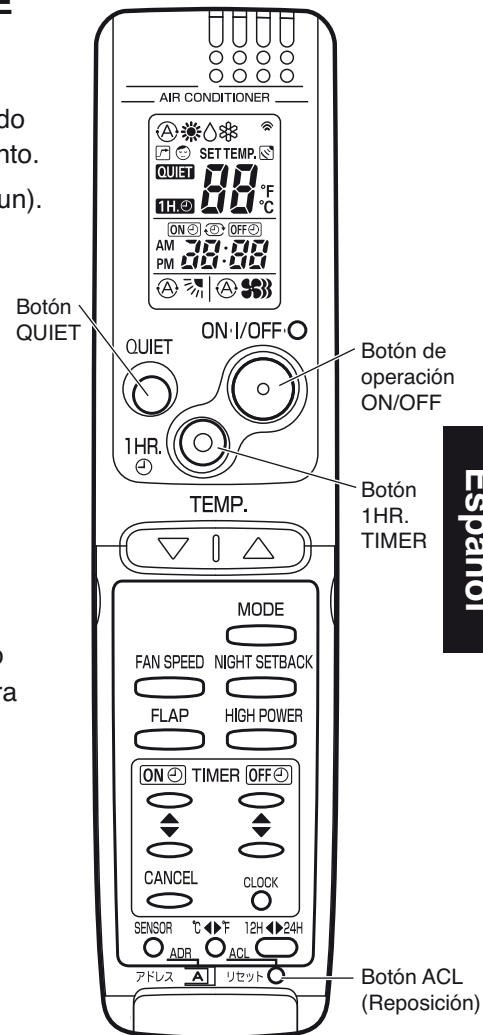

Fig. 59a
(1) Ajuste el mando a distancia en el modo de prueba de funcionamiento (Test Run). (Fig. 59a)
(2) Inicie el funcionamiento de prueba del modo de refrigeración presionando el botón de operación ON/OFF del mando a distancia. (Fig. 59a)
(3) Presione otra vez el botón de operación ON/OFF del mando a distancia para detener el funcionamiento de prueba. (Fig. 59a)
(4) Finalmente, presione el botón ACL (Reposición) del mando a distancia para desactivar el modo de funcionamiento de prueba y volver al modo normal. (Fig. 59a)